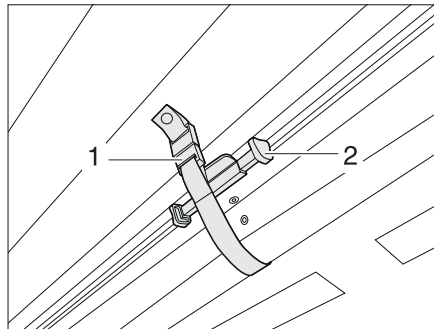

Fig. 15 Fixer le dispositif occultant plissé du pare-brise
- Pousser le dispositif occultant plissé pour le pare-brise vers le haut avec la poignée (Fig. 15,2) jusqu'à ce qu'il se verrouille. Le fixer avec la boucle de fermeture (Fig. 15,1). Le dispositif occultant plissé est bloqué.